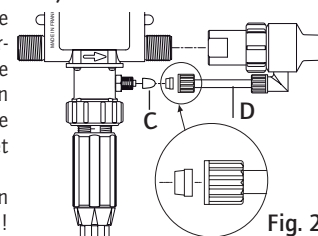

Fig. 2
De speciale « IE » modellen (Externe Injectie) zijn aanbevolen voor het werken met bepaalde corroderende concentraten. Deze modellen worden geleverd met bijpassende Externe Injectie slang, die aangesloten moet worden (Fig. 2-D).
**BELANGRIJK** – Het filter moet minimaal 10cm boven de bodem van het voorraadvat hangen om te voorkomen dat onopgeloste deeltjes in de pomp gezogen worden en deze beschadigen (Fig. 2).